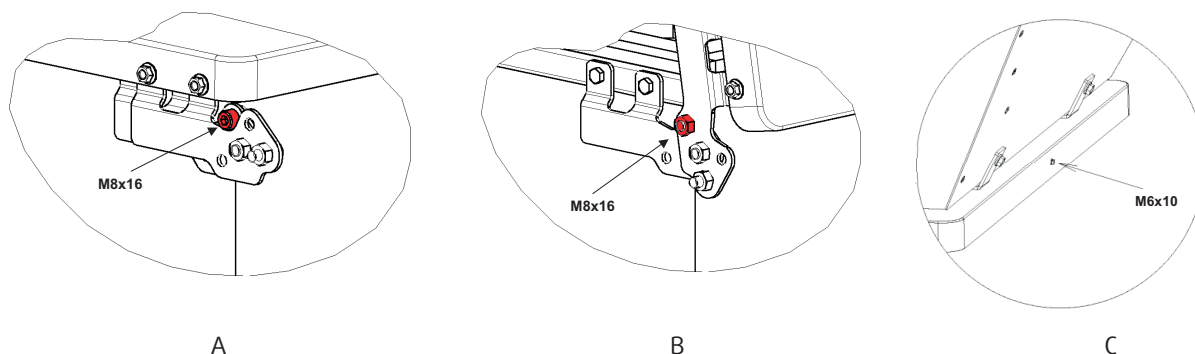

Рис. 9: Установка вентилятора DVEX
- ☞ Подготовьте вентилятор с откидной рамой для монтажа и подключения (см. Рис. 9 А, В, С):
- ☞ Вентилятор DVEX с откидной рамой устанавливается, как показано на Рис. 9.